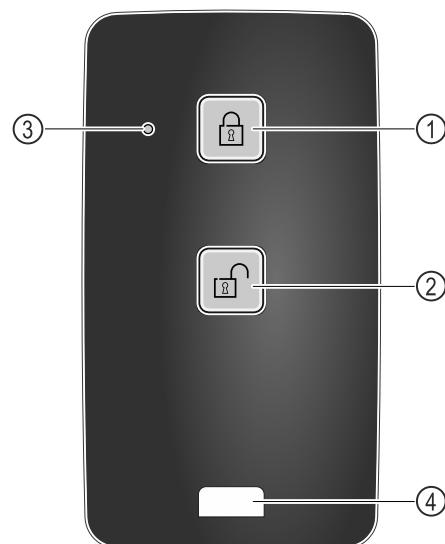

Fig. 245
- Нажмите кнопку Fig. 245 (1) на пульте дистанционного управления.
- Нажмите кнопку Fig. 245 (2) на пульте дистанционного управления.
- Светодиод состояния Fig. 245 (3) при нажатии на кнопку выдает оптический ответный сигнал.
- Проушина Fig. 245 (4) для закрепления пульта дистанционного управления, например, на связке ключей.